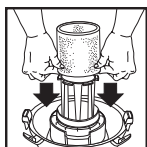

FIGURE 22
37. Avec le couvercle du réservoir dans une position renversée, glissez le manchon en mousse vers le bas, au-dessus du couvercle en tirant jusqu'à ce que le manchon en mousse couvre complètement le couvercle. **FIGURE 22.**